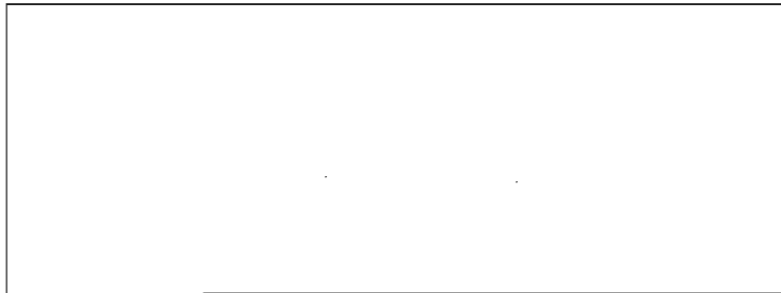

Figura 1-15. Símbolo de una Válvula de escape rápido.
- ☐ 15. Examine la Válvula de escape rápido. Como su nombre lo indica, la Válvula de escape rápido aumenta la capacidad de escape de los cilindros neumáticos y otros dispositivos neumáticos. Dibuje el símbolo del componente en la figura 1-15.